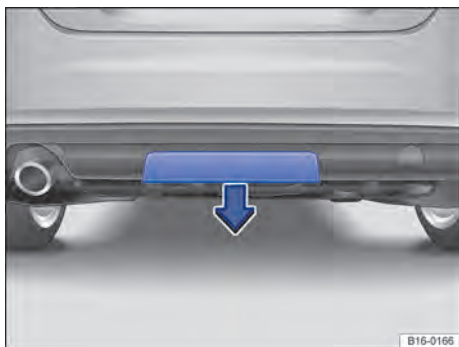

Fig. 117 Para-choque traseiro: desinstalar a cobertura.
O alojamento para a rótula de engate removível encontra-se no para-choque traseiro, atrás de uma cobertura ⇒ Fig. 117.
- Empurrar a cobertura para baixo no sentido da seta ⇒ Fig. 117.